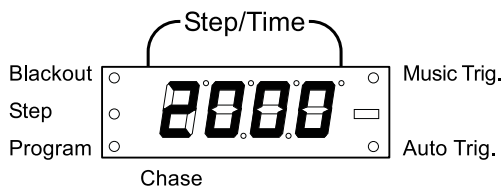

Fig.6
2. Premere i tasti **[CHASES]** 1 - 6 per selezionare la sequenza di scene su cui intervenire (fig.6).